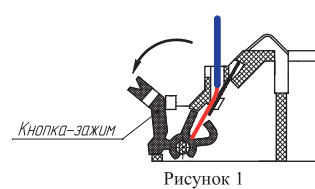

Рисунок 1
6.9 Закрепить розетку в месте установки извещателя в соответствии с проектом и подключить к ней провода ШС, соблюдая полярность. Кнопки-зажимы контактов 3 и 4 (маркировка контактов выполнена на контактной группе) предназначены для подключения «-» ШС. В состоянии поставки кнопки-зажимы находятся в отжатом положении, освобождая каналы для ввода проводов (см. рисунок 1). Подключение проводов ШС проводить в следующей последовательности: